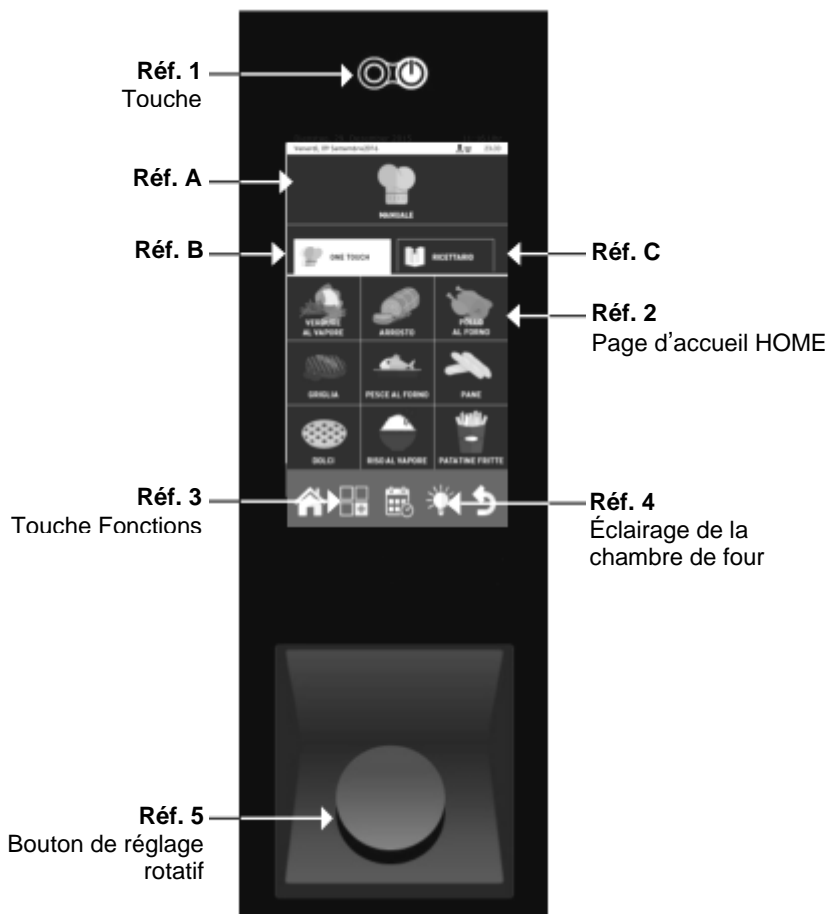

Fig. 8
- Allumer l'appareil en appuyant sur la touche Marche/Arrêt (Réf. 1, Fig. 8).
- L'éclairage de l'appareil est allumé à l'aide de la touche correspondante (Réf. 4, Fig. 8), il s'éteint ensuite après 45 secondes s'il n'est pas éteint avant à l'aide de la touche correspondante.
- Le tableau de commande est équipé d'un bouton de réglage rotatif (Réf. 5, Fig. 8). Pour régler les paramètres nécessaires, tourner le bouton de réglage rotatif et pour confirmer les valeurs choisies, appuyer dessus.
Allumer l'appareil à l'aide de la touche Marche/Arrêt (Réf. 1, Fig. 8), s'affiche alors la page d'accueil « HOME » (Réf. 2, Fig. 8).
Pour modifier les paramètres de cuisson tels que la température, appuyer sur le champ correspondant et tourner le bouton de réglage rotatif (Réf. 5 Fig. 8).
Confirmer les modifications en appuyant de nouveau sur le paramètre ou en pressant le bouton de réglage rotatif (Réf. 5 Fig. 8).